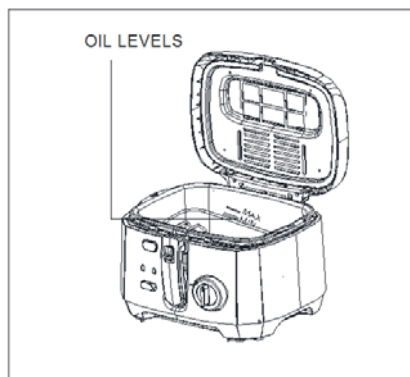

FIG.9
2. Vëni mes 2-2.5 litra vaj në fritezë. Niveli i vajit duhet të jetë mes shenjave MAX dhe MIN të shënuara në sipërfaqen e enës. (FIG.9)